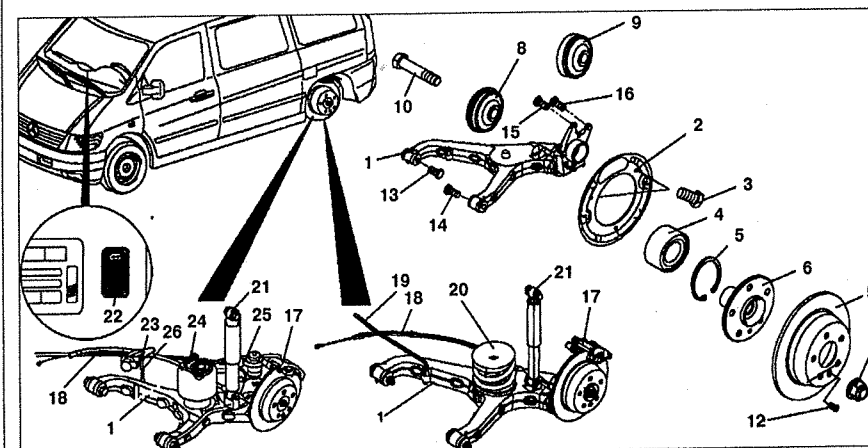

Рис. 7.13. Нижний рычаг подвески:
3. Снимите ступицу **6** (см.рис.7.13).